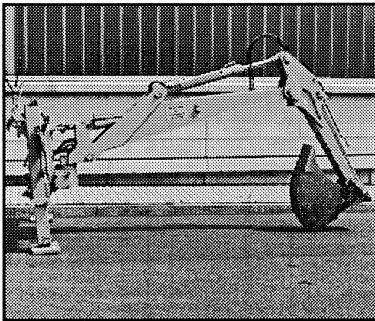

Bild 6-17
(2) Der Heckbagger ist bei längerer Nichtbenutzung wie in Bild 6-17 gezeigt abgestellt:
(2) En cas de non-utilisation pour une période plus longue, garer la pelle (à monter à l'arrière) comme démontré sur la fig. 6-17: